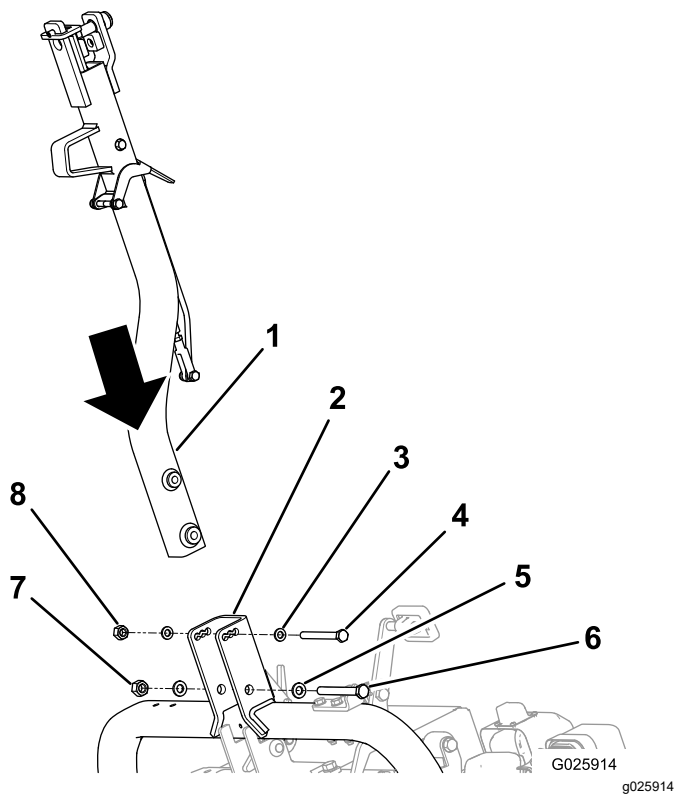

図 5
- ヒッチを、ヒッチピボットブラケットに接続し、適切に固定する 図 5 を参照。